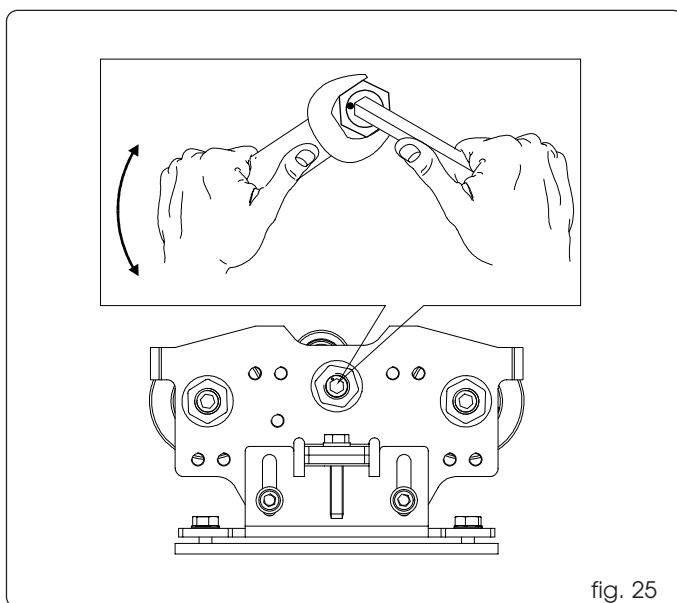

fig. 25
- Mantenere ferma la vite di regolazione con la chiave a brugola e allentare il dado di bloccaggio (fig. 25).